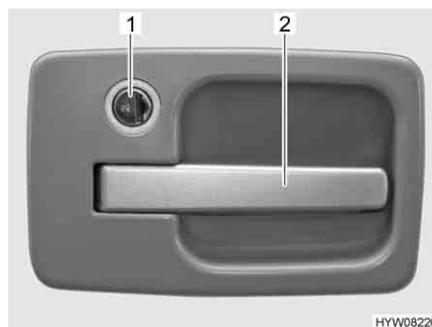

Fig. 29 Cerradura de la puerta de entrada, en el exterior
- Introducir la llave en el cilindro de cierre (Fig. 29,1) y girarla al símbolo "🔓". La cerradura de la puerta está desbloqueada.
- Tirar del tirador de la puerta (Fig. 29,2). La puerta está abierta.
- Introducir la llave en el cilindro de cierre (Fig. 29,1) y girarla al símbolo "🔒". La cerradura de la puerta está bloqueada.